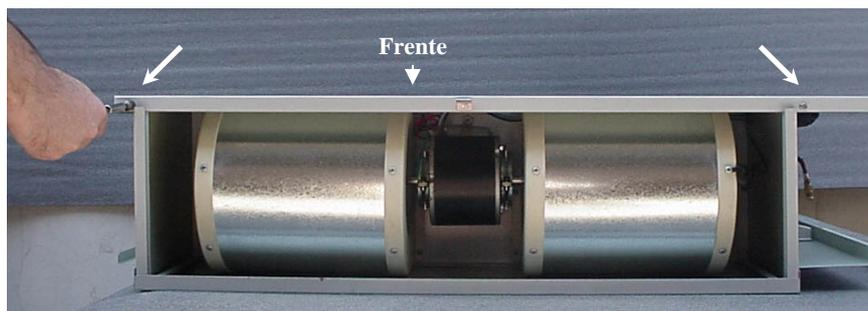

Fig. 1
2. Retire los dos tornillos que sujetan el frente del equipo Fig. 1